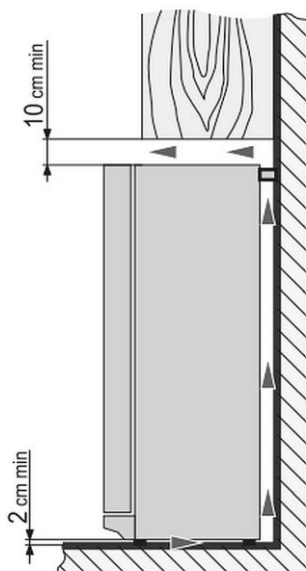

Bild 6
- Håll ett avstånd på minst 10 cm mellan ovansidan av apparaten och eventuella föremål ovanför den (t.ex. ett skåp) (fig. 6).